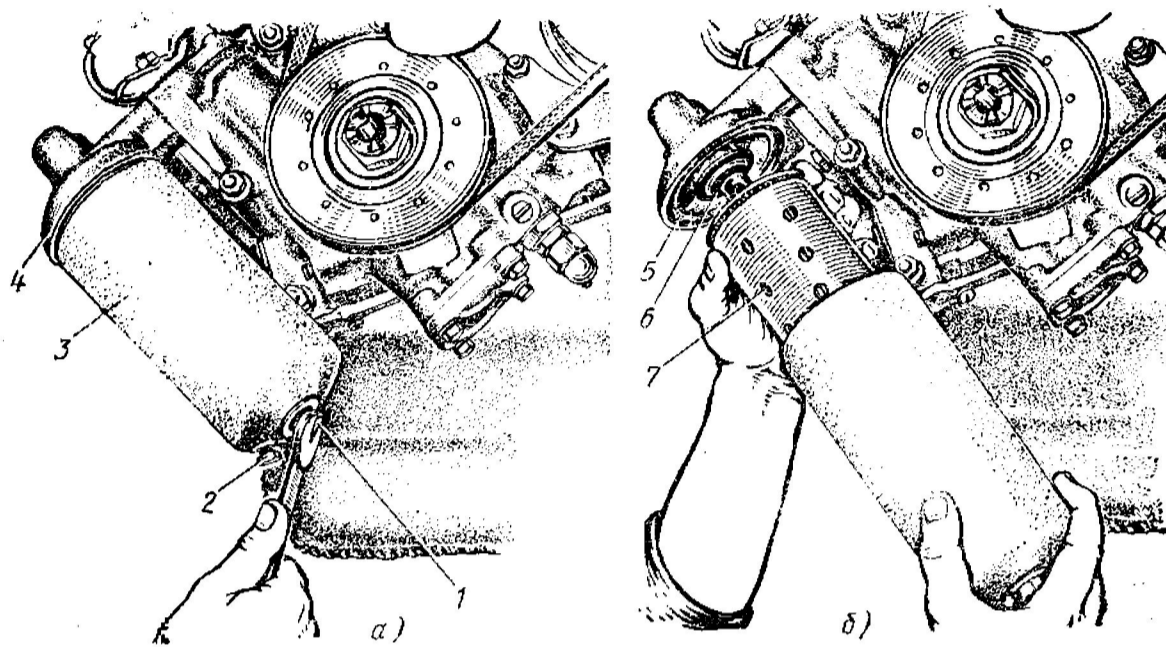

Рис. 44. Операция замены фильтрующего элемента системы смазки двигателя:
1. Выверните пробку 2 (рис. 44) из корпуса 3 фильтра и слейте отстой.